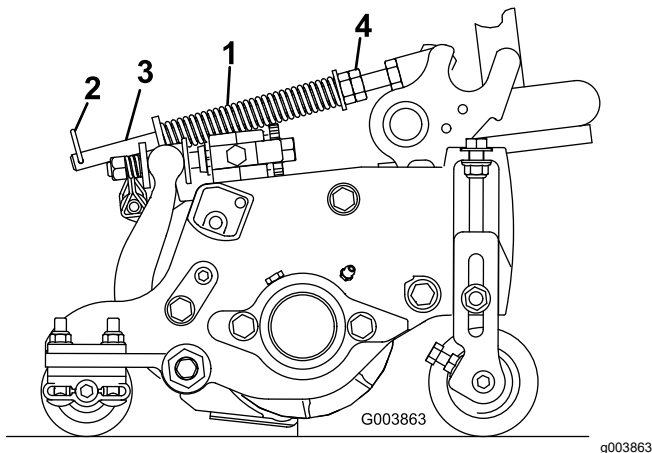

Figura 21
La molla di compensazione del manto erboso (Figura 21) trasferisce il peso dal cilindro anteriore al cilindro posteriore, per contribuire a ridurre l'ondulazione del manto erboso, detta anche fluttuazione o bobbing.
1. Verificate che la coppiglia sia montata nel foro posteriore dell'asta della molla (Figura 21).
2. Serrate i dadi esagonali sul lato anteriore dell'asta della molla, finché la lunghezza compressa della molla non è di 15,9 cm (Figura 21).